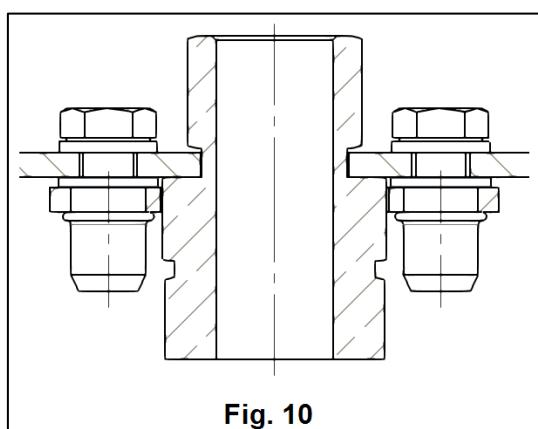
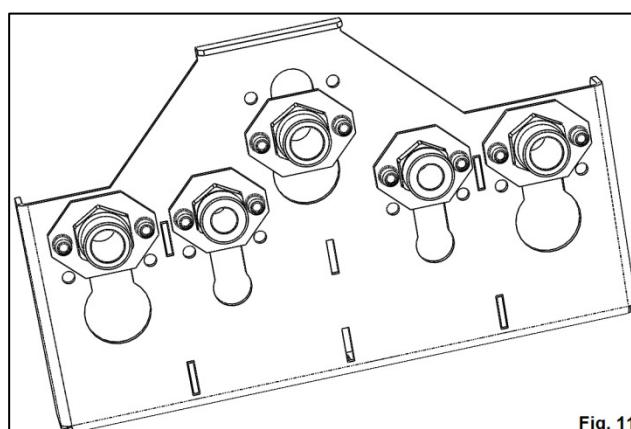

Fig. 10
Fig. 11
**7.** Se montează clemele H și I, pe fața inferioară a plăcii P, pe tronsonul hexagonal al racordurilor E, F și G, asigurându-se corespondența găuriilor din placă P cu pulitele nituibile (Fig. 11), prin fixare cu șuruburile J și șaiile K (Fig. 10). Se va observa corespondența dimensională a hexagonului, pentru poziționarea corectă a racordurilor.